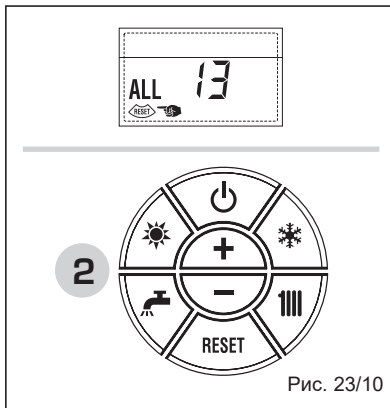

Рис. 23/10
– НЕПОЛАДКА - НЕИСПРАВНОСТЬ ДАТЧИКА ДЫМОВ “ALL 14” (Рис. 23/11)